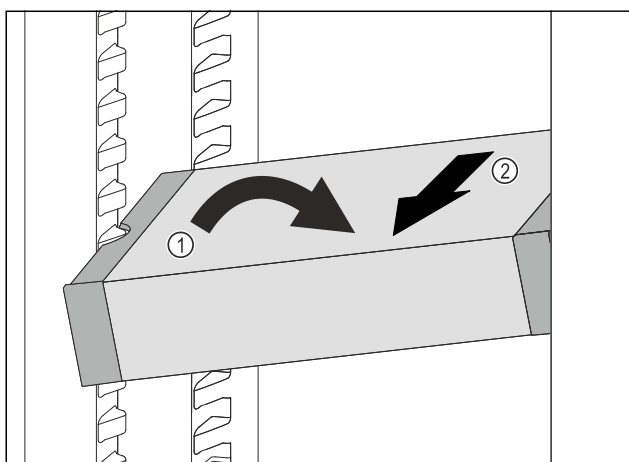

Fig. 112
- ▶ VarioSafe postavte v chladničke šikmo. Fig. 112 (1)
- ▶ VarioSafe vyberte dopredu. Fig. 112 (2)